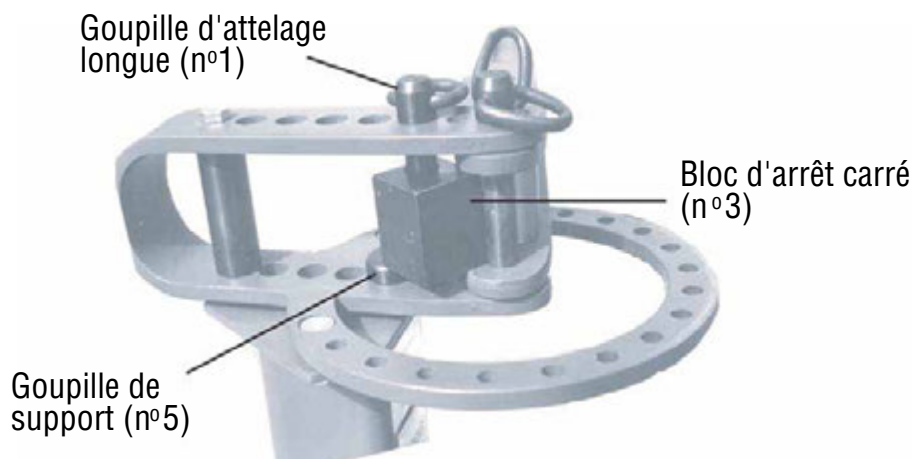

Figure 4
Étape 1 Placez la goupille de support (n°5) dans l'orifice sous le bloc d'arrêt carré (n°3) de façon à ce que celui-ci repose correctement par rapport à l'ensemble de bague/récepteur de matrice (n°10) - voir la **Figure 4**.